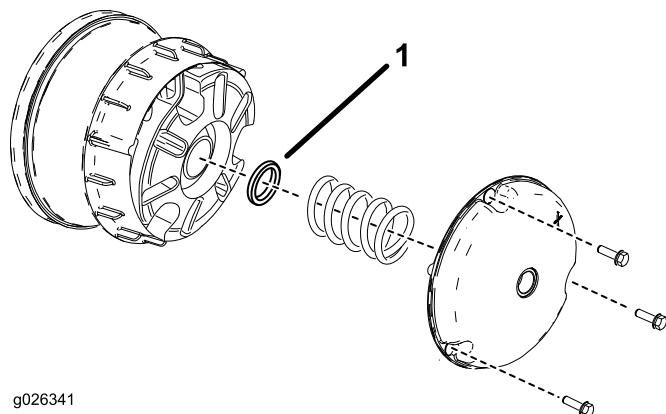
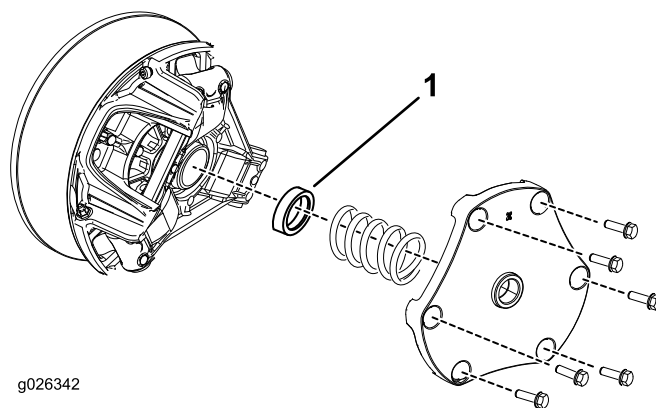

図 12
図 13
1. 一次クラッチカバーを固定しているボルトを外す 図 12 と 図 13。
2. スプリングを外し、スペーサを取って廃棄する 図 12 と 図 13 を参照。